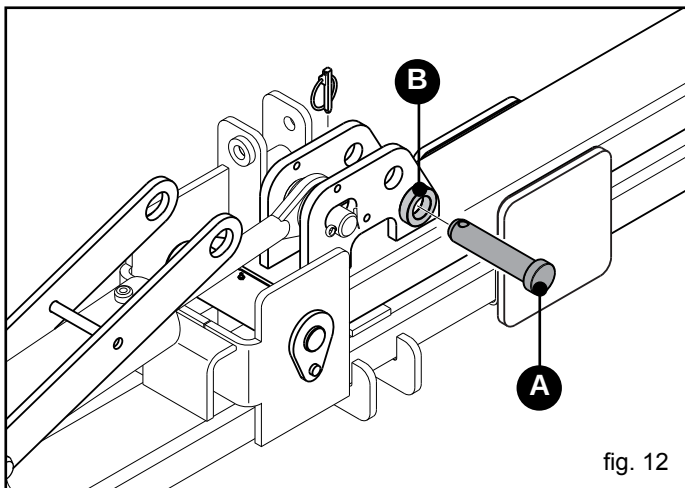

fig. 12
- 4) Desenganche los pasadores de seguridad del bastidor (A, Fig. 12) y coloque los mismos en las sedes correspondientes (B, Fig. 12).
- 8) Enganche los pasadores de seguridad del bastidor en las sedes correspondientes (A, Fig. 12).